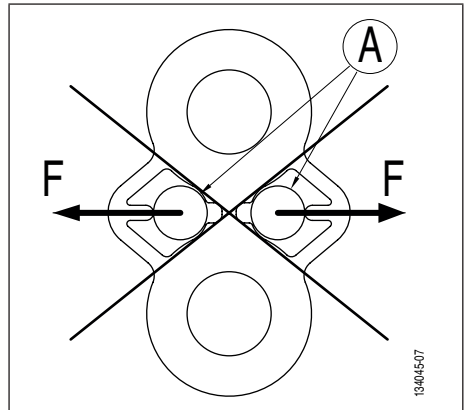

Abb. 5
⚠ GEFAHR: Es ist streng verboten, die Schäkelbolzen an den Haltearmen (Abb. 5, Seite 19) anzuschlagen.
2. Sicherstellen, dass die Bruchlast-Testplatte TA ordnungsgemäß angeschlagen ist (Abb. 2, Seite 18 und Abb. 5, Seite 19).